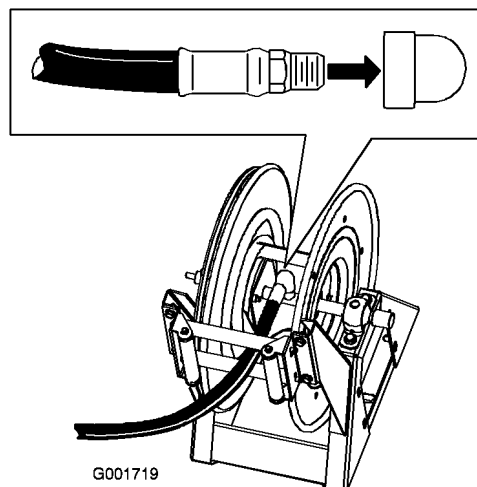

Figure 32
1. Enroulez du ruban Téflon autour du filetage du raccord du long flexible et montez le raccord dans le tube de raccordement sur le dévidoir (Figure 32).